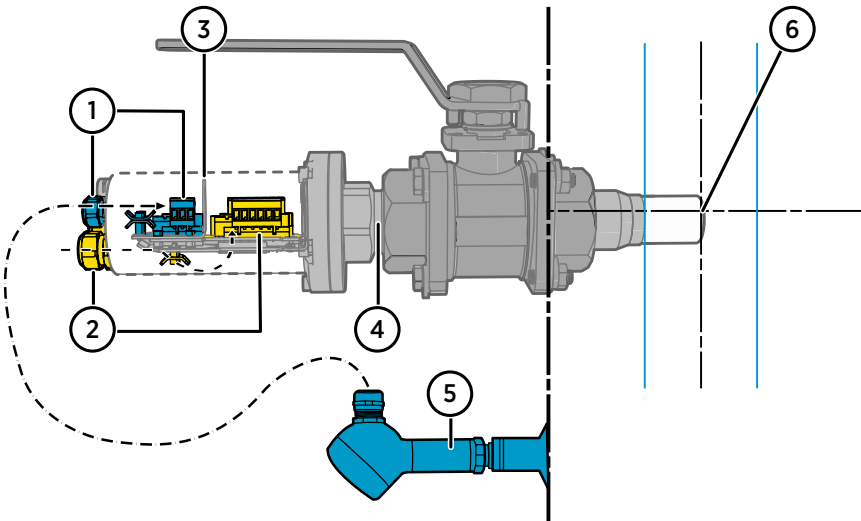
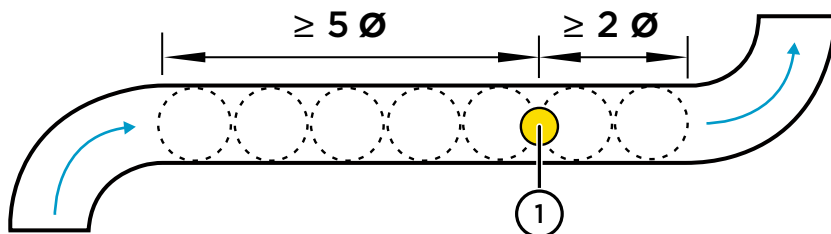

Abbildung 5 Beispiel für den Einbau einer Sonde der Serie MGP260 mit Kabelverlegung und empfohlener Ausrichtung und Tiefe
Abbildung 6 Empfohlene Einbauposition für die MGP260 in Rohrleitungen
Abbildung 5 (Seite 28) zeigt einen beispielhaften Einbau der MGP260 Sonde mit Kugelhahn. Die Abbildung zeigt die richtige Kabelverlegung sowie die empfohlene Einbautiefe und -ausrichtung. Ein externer Druckmesser (Pos. 5) ist als Beispiel für die Eingangsoptionen zur Druckkompensation dargestellt. Eine Beschreibung der alternativen Optionen finden Sie unter Eingangsoptionen für Druckkompensation \(Seite 29\).
Abbildung 6 (Seite 29) zeigt die empfohlene Einbauposition für die MGP260. Bauen Sie die Sonde in ein gerades Rohrstück in einem Abstand von mindestens 5 Rohrdurchmessern vor und mindestens 2 Rohrdurchmessern hinter dem nächstgelegenen Winkelstück oder einer anderen Komponente ein, die den Gasstrom beeinflusst. Beachten Sie für optimale Ergebnisse die in Abbildung 5 \(Seite 28\) dargestellte Ausrichtung und Einbautiefe.
- Druckmessung von externem Druckmesser über die Ex-ia-Eingangsklemmen (4 ... 20 mA) auf der MGP260 Platine. Dies ist die empfohlene Option. Ein Beispiel finden Sie in Abbildung 5 \(Seite 28\). Die Verdrahtung des Eingangs für den externen Druckmesser ist in Schaltplan \(Seite 35\) dargestellt.